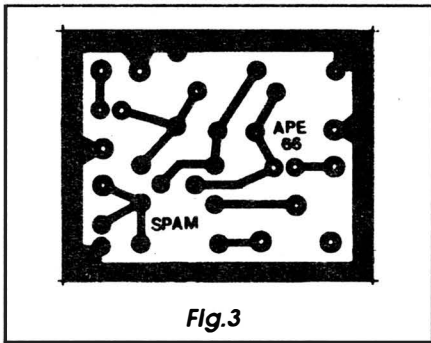

Fig.3
- FIG. 3 - LAY OUT DO CIRCUITO IMPRESSO ESPECÍFICO - O lado cobreado da plaquinha, em tamanho natural, mostra (como é convencional, aqui em